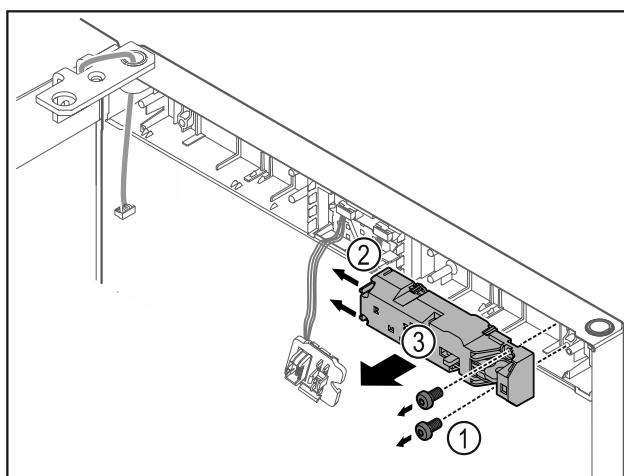

Fig. 23
- ▶ Отстраниете винтовете Fig. 23 (1).
- ▶ Натиснете фиксирация палец Fig. 23 (2) настрани и свалете дистанционната ключалка Fig. 23 (3).